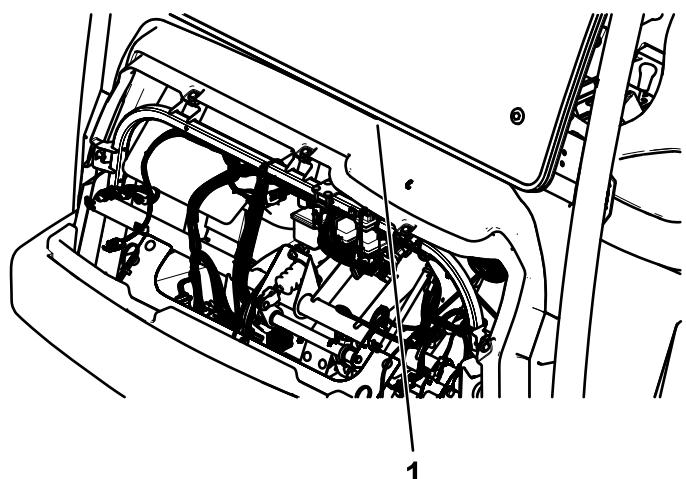

Figura 38
- Cierre el hueco entre el salpicadero y la cabina ajustando el perno prisionero ($\frac{1}{2}$ " x 4") hasta que la chapa de tope presione hacia arriba en el salpicadero (Figura 38).